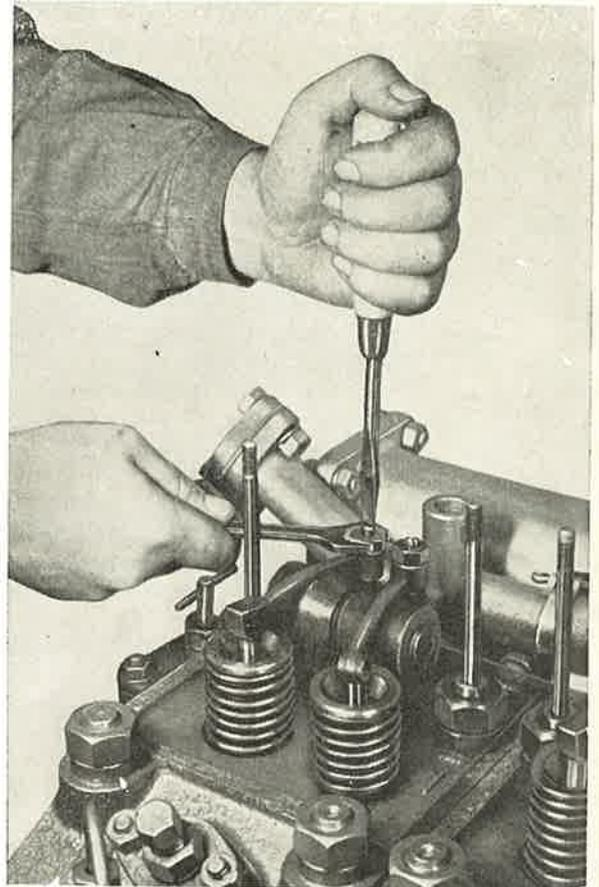

Abb. 71
- e) den Zylinderkopfdeckel abnehmen und das Ventilspiel (Abb. 71 und 72) einstellen. Die entsprechenden Werte sind im Abschnitt der technischen Angaben enthalten. Überprüfen, ob die Federn nicht gebrochen sind. Gebrochene Federn sind auszutauschen.